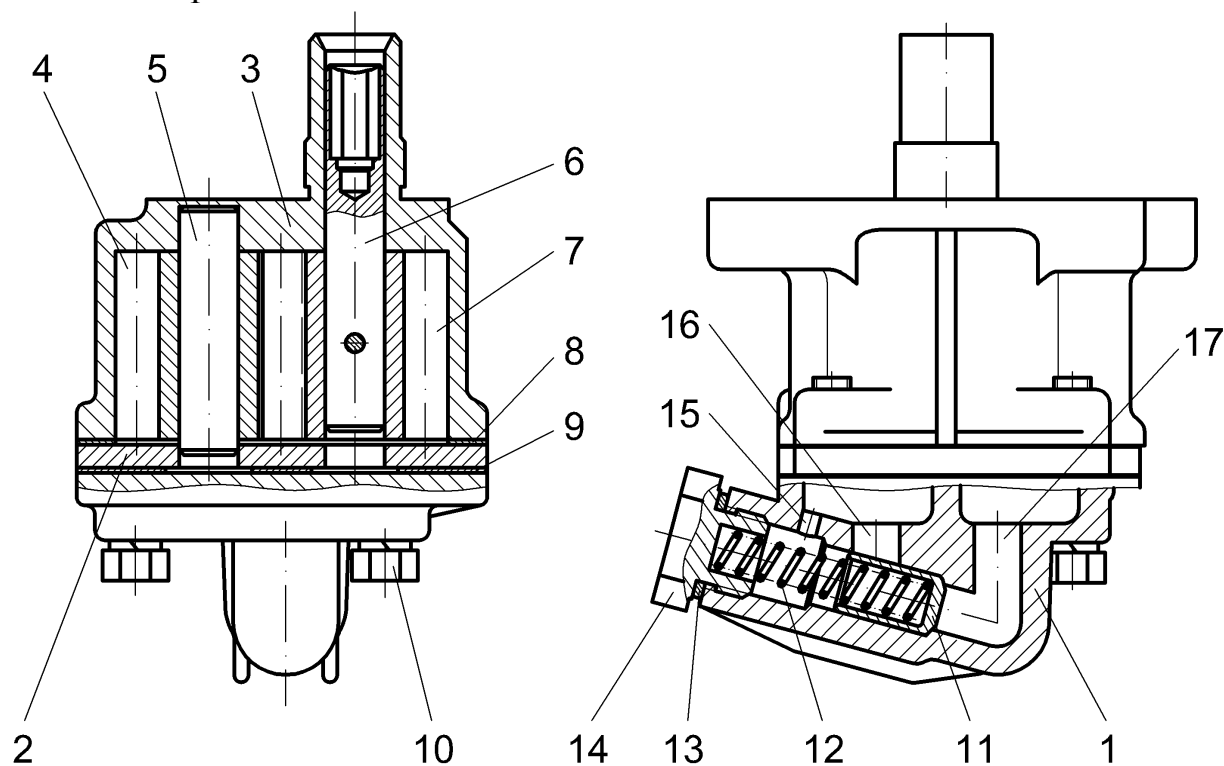

Рис.20. Масляный насос:
**Масляный насос** (рис.20) шестеренчатый, односекционный. Насос приводится от распределительного вала через шестерню с валом и шестигранный валик, входящий в отверстие валика 6 масляного насоса, на котором закреплена штифтом ведущая шестерня 7. Ведущая шестерня находится в зацеплении с ведомой шестерней 4, вращающейся на оси 5, запрессованной в корпус 3 масляного насоса.